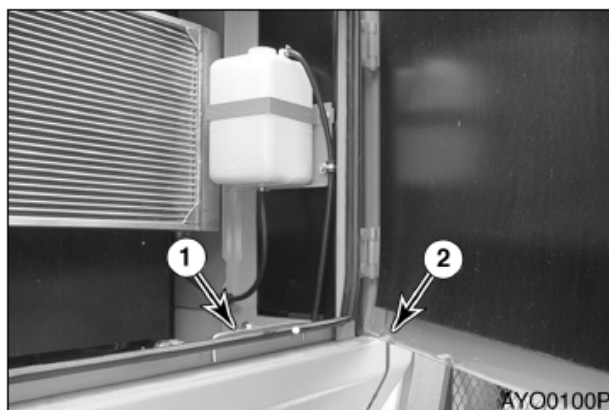

Рис. 102
Вынуть опорный стержень (1, рис. 102) и гнезда вставить его в отверстие (2), чтобы закрепить боковую дверь.